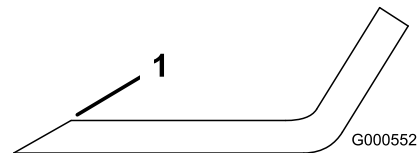

Figura 117
- Utilize uma lima para afiar aresta de corte em ambas as extremidades da lâmina (Figura 117).
Nota: Se lâmina não estiver equilibrada, lime algum metal da extremidade da aba apenas (Figura 117).